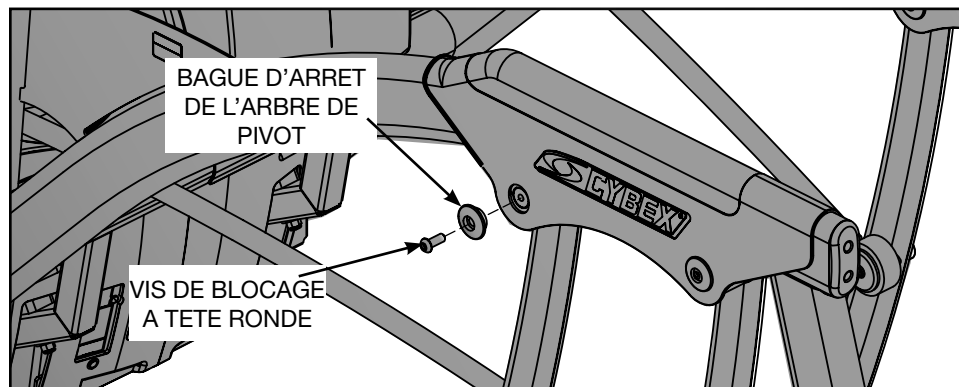

Figure 3
- B. A l'aide d'une clé Allen de 7/32 po (n°14), retirez la vis gauche de 0,375-16 X 1,00 et la bague d'arrêt de l'arbre de pivot du châssis principal ; mettez-les de côté. Reportez-vous à la figure 3.